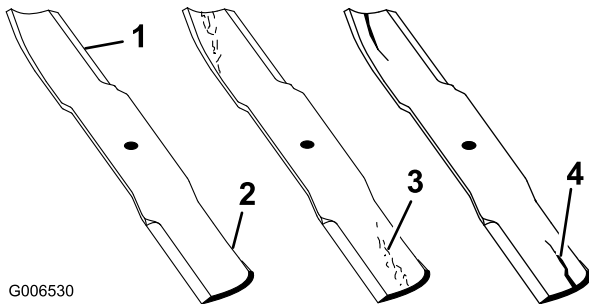

Figura 82
1. Controllate i taglienti (Figura 82).
2. Controllate le lame, in particolare l'area curva (Figura 82).
In caso di danni, usura o scanalature in questa zona (Figura 82), montate immediatamente una nuova lama.